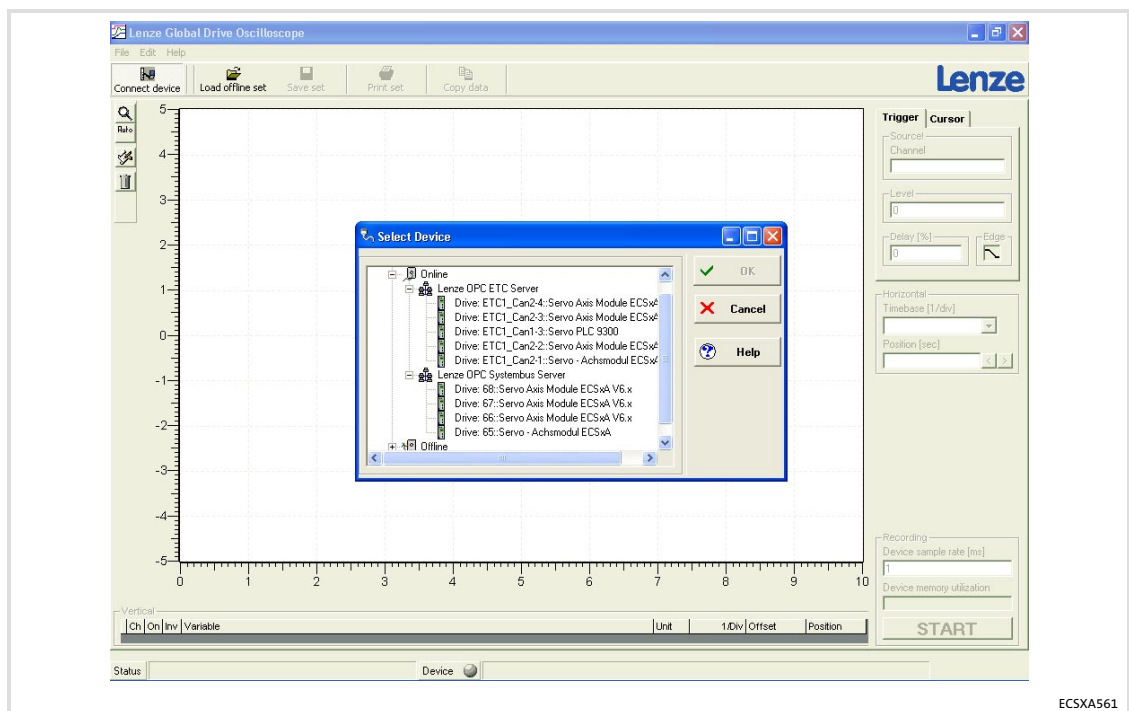

Fig.9-5 Pantalla GDO: Diálogo "Seleccionar equipo"
2. Alimentar el módulo de eje con voltaje de control de 24 V (59).
- Se abre el diálogo "Select Device" (Seleccionar equipo) (Fig.9-5).